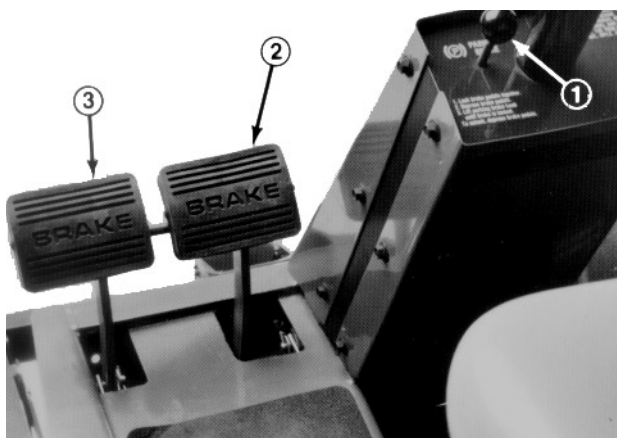
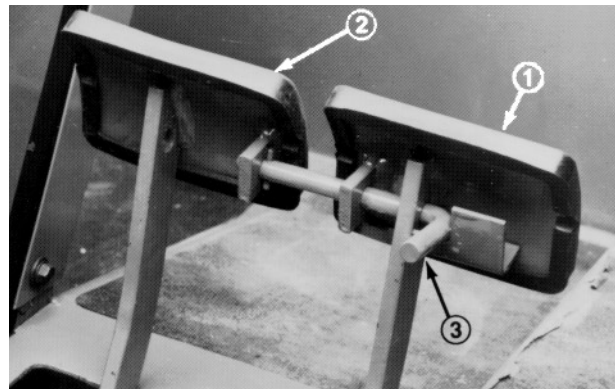

Fig. 8
Fig. 9
Driftsbremser (Fig. 8)—Venstre og højre bremsepedal er forbundet med venstre og højre forhjul. Da begge bremser virker uafhængigt af hinanden, kan bremserne bruges til at foretage et skarpt sving eller til at øge trækraften, hvis et hjul har en tendens til at glide, når der køres på visse skrånninger. Våd eller blødt græs kan dog blive beskadiget, når bremserne bruges i skarpe sving. Hvis man ønsker at standse hurtigt, skal man træde begge bremsepedaler i bund samtidigt. Når traktorenheden transporteres, skal bremserne altid låses sammen.
Parkeringsbremse—Hver gang motoren standses, skal parkeringsbremsen aktiveres for at forhindre utilsigtet bevægelse af maskinen. Parkeringsbremsen aktiveres ved at trykke låsearmen (Fig. 9) på venstre bremsepedal, så den låses sammen med højre pedal. Tryk derefter begge pedaler helt i bund og træk parkeringsbremseknappen ud (Fig. 8).
1. Sørg for at parkeringsbremsen er aktiveret, kraftudtagskontakten er FRAKOBLET (OFF) og løftehåndtaget står på TRANSPORT- eller FLYDE-stilling (FLOAT) (Fig. 9). Tag foden af manøvrpedalen og sørg for at den er i fristilling.
2. Sæt gashåndtaget (Fig. 9) helt på HURTIGT (FAST).
3. Når temperaturen er under 15°C, skal gløderørskontakten sættes på TILSLUTTET (ON) (Fig. 9) og holdes dér i det anbefalede tidsrum.